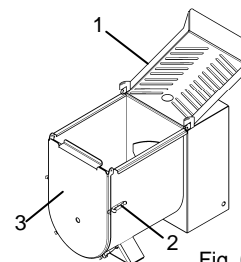

Fig. 6.3.2
- Aprire le cerniere "2" Fig. 6.3.2 in modo da sbloccare il frontale "3" Fig. 6.3.2